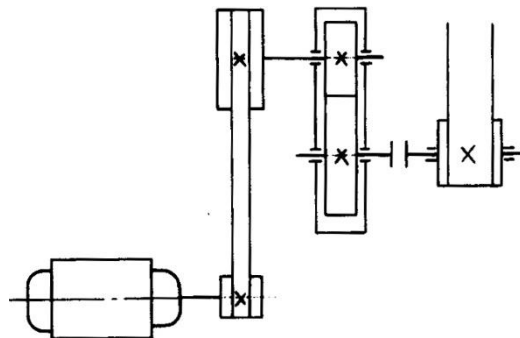

图 1
1. 一带式运输机的驱动装置如图 1 所示，工况条件：载荷变动较大，原动机重载启动，工作时间 $> 16 \text{ h/d}$ ；电动机转速 $n_1 = 1440 \text{ r/min}$ ，第一级传动为 V 带传动，采用 4 根 B 型 V 带，带长 $L_d = 2240 \text{ mm}$ ，带轮直径 $d_{d1} = 125 \text{ mm}$ ， $d_{d2} = 355 \text{ mm}$ ，带传动能传递的功率 $P = 5.45 \text{ kW}$ ，此时运输带的速度为 $v = 0.2 \text{ m/s}$ 。为提高生产率，拟在运输带载荷 F 不变的条件下，将运输带的速度提高到 0.3 m/s ，分析带传动能否满足要求，提出具体解决方案(假设减速器的承载能力足够)。（注：要尽可能多地列举解决方案）